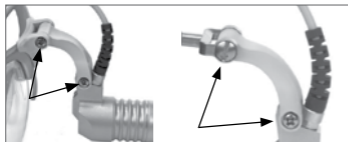

Рис. 13. Затяните винты.
- Для того чтобы осветитель LED LoupeLight оставался на месте в каждом последовательно и свободно выбираемом положении, возможно потребуются затянуть винты при помощи отвертки (см. рис. 13).